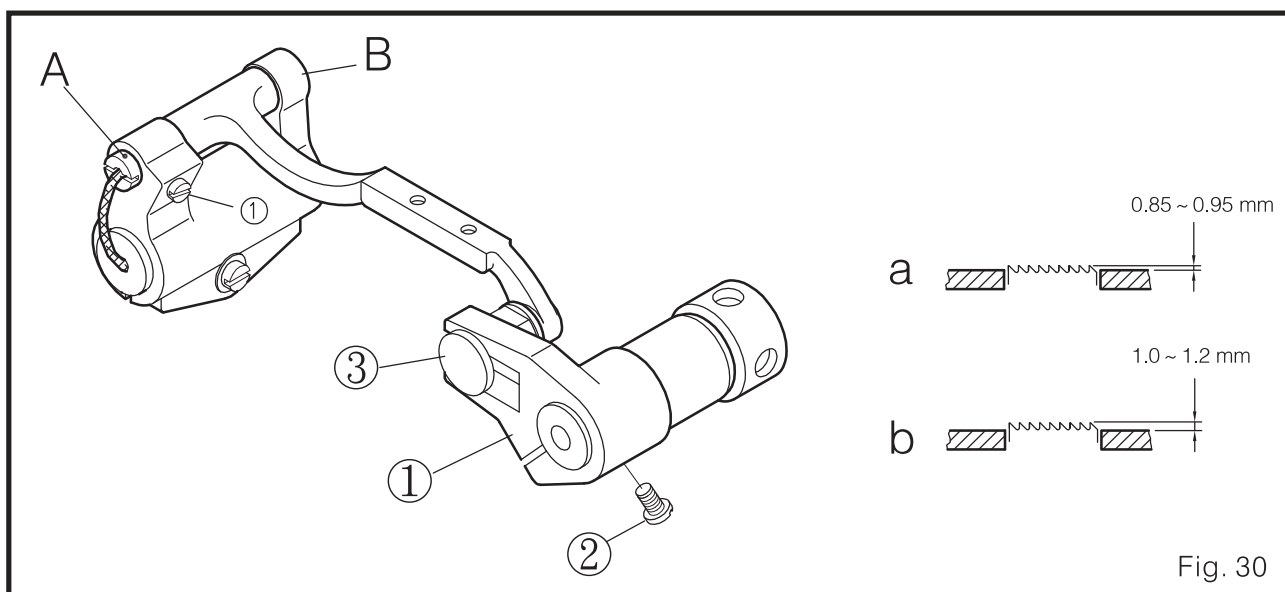

Fig. 30
1. A altura do impelente (a altura que o impelente emergiu da superfície da placa da agulha) é definida pela espessura do tecido da seguinte maneira: (Fig. 30-a/b/c)